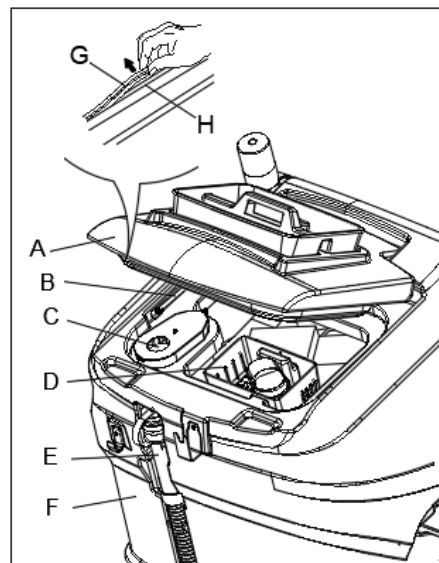

Рис. 19
3. Откройте крышку резервуара для регенерации (A, рис. 19) и убедитесь, что опора (B) работает.
4. Очистите крышку бака грязной воды (A), бак грязной воды (F), вакуумный фильтр (C) и блок для сбора мусора (D). Опорожните бак для грязной воды при помощи дренажного шланга (E).
6. Проверьте состояние и герметичность уплотнительной резинки (G). При необходимости извлеките уплотнительную резинку бака из паза (H) и замените ее. Установите новую уплотнительную резинку, как показано на рис. 19, соединение должно состыковаться в средней зоне.
7. Закройте крышку бака грязной воды (A).